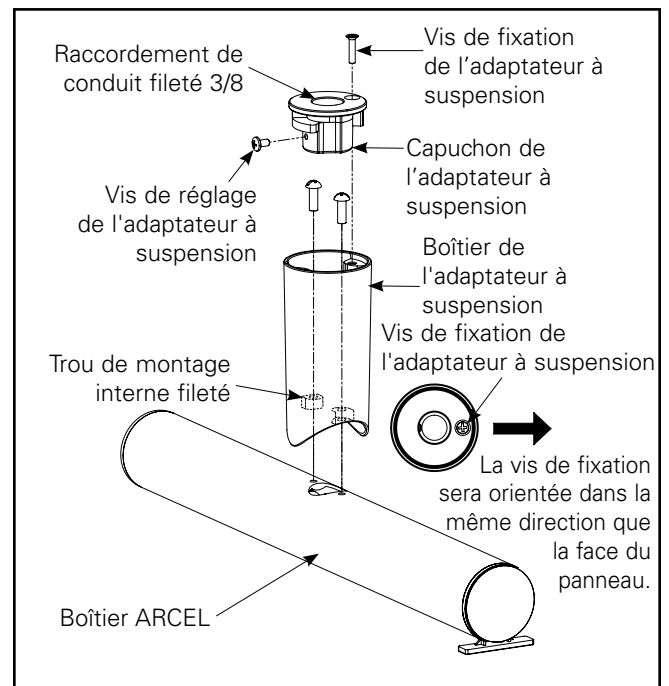

Figure 8.
2. Ouvrez la boîte contenant votre ensemble adaptateur à suspension et déballez l'unité. Démontez l'unité en retirant la vis de fixation située sur la surface supérieure du capuchon de l'adaptateur du pendentif (voir figure 8).